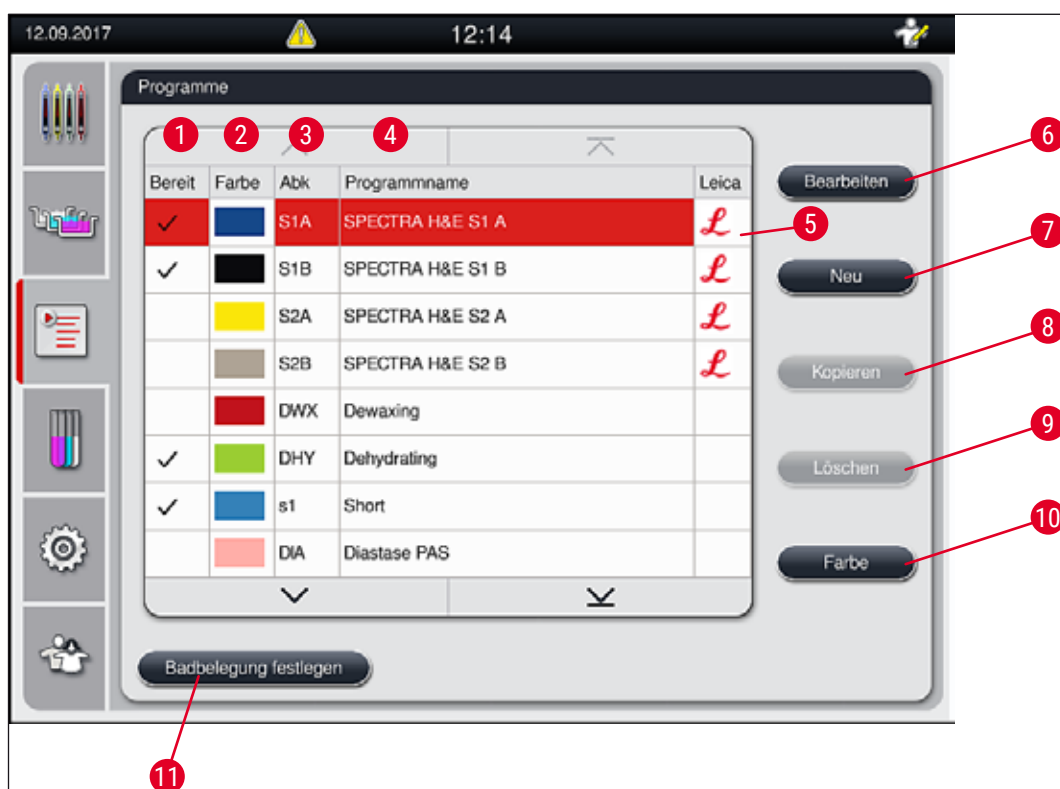

Abb. 40
- Zum Zuordnen einer Bügelfarbe zu einem Programm, das entsprechende Programm in der Programmliste (→ "Abb. 40") durch Antippen auswählen.
Manche Leica-Färbeprogramme können parallel mit unterschiedlichen Einstellungen (Färbeintensität, Ofenschritt) verwendet werden (→ S. 69 – 5.9.3 Anpassen des Leica H&E Färbeprogrammes). Diese Programme sind in der Programmliste (→ "Abb. 40") doppelt vorinstalliert. Zur Unterscheidung werden doppelt vorinstallierte Leica H&E Färbeprogramme mit den Abkürzungen S1A und S1B bzw. S2A und S2B in der Programmliste dargestellt. Diese Programme enthalten exakt die gleichen Programmschritte. Werden zwei gleiche Programme in die Badbelegung integriert, müssen auch zwei gleiche Farbe-Kits eingescannt und befüllt werden.